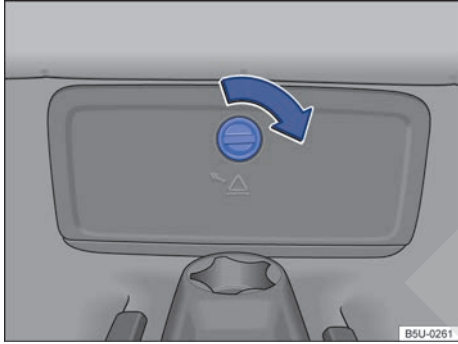

Fig. 161 En el piso del asiento trasero: acceso a la caja de fijación de las herramientas de a bordo.
- Girar el botón en el sentido de la flecha ⇒ fig. 161 y retirar el revestimiento por completo para acceder a la caja de las herramientas de a bordo.